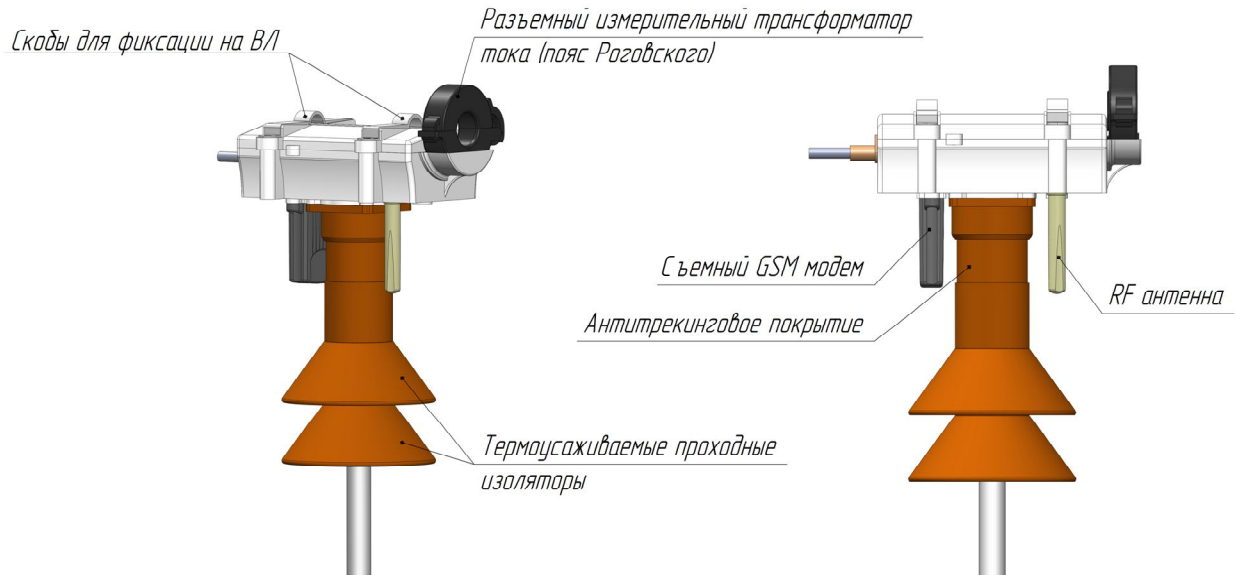

Рисунок 1 – Внешний вид ДИЭ. Корпус внешний не показан
1.21 Конструкция ДИЭ (с полной заливкой его герметиком) обеспечивает невозможность вмешательства в него извне без вывода ДИЭ из строя (см. рисунок 1). После установки на место эксплуатации измерительный блок ДИЭ закрывается внешним корпусом, обеспечивающим дополнительную защиту от внешних воздействий, при этом все элементы маркировки и выход ТМ остаются видимыми с поверхности земли. Внешний корпус после установки пломбируется пломбой энергосбытовой организации.